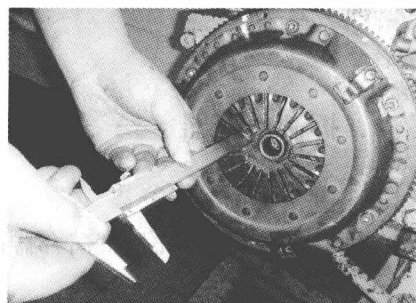

图 1-8 检查分离杠杆高度
8) 离合器对中后, 按照维修手册中的规定力矩拧紧离合器固定螺栓, 拧紧螺栓后, 检查分离杠杆的高度, 如图 1-8 所示。